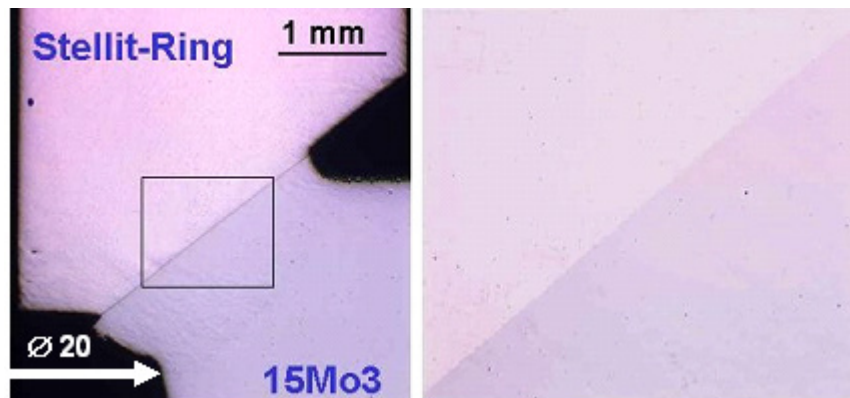

Bild 5: Stellite-Ring, eingeschweißt in die Bohrung eines 15 Mo3-Teils, ungeätzt
- minimale Wärmebeeinflussung (Bild 5)